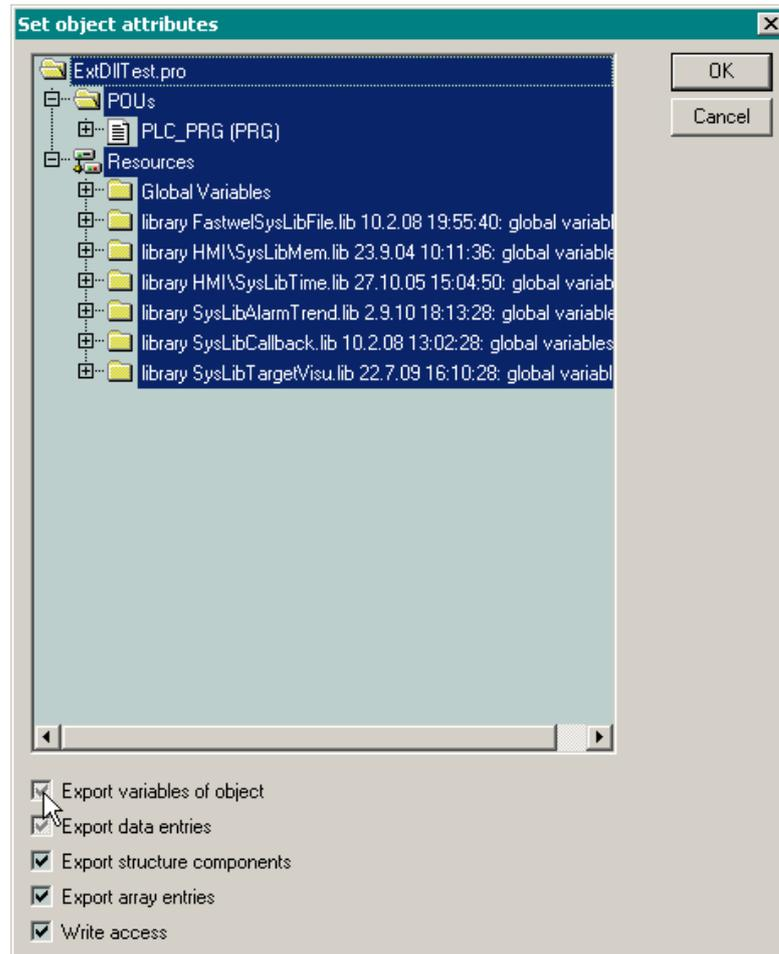

Рис. 99. Внешний вид диалоговой панели **Set object attributes**
2. Отметьте флажок **Dump symbol entries** и нажмите кнопку **Configure symbol file...** На экран монитора будет выведена диалоговая панель **Set object attributes**, показанная на рис. 99.